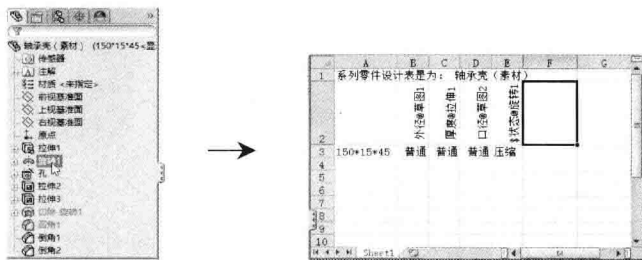

图1-18 选择要设置的特征操作
STEP 5 双击“旋转1”特征，将其添加到表格（包括状态），如图1-18所示。